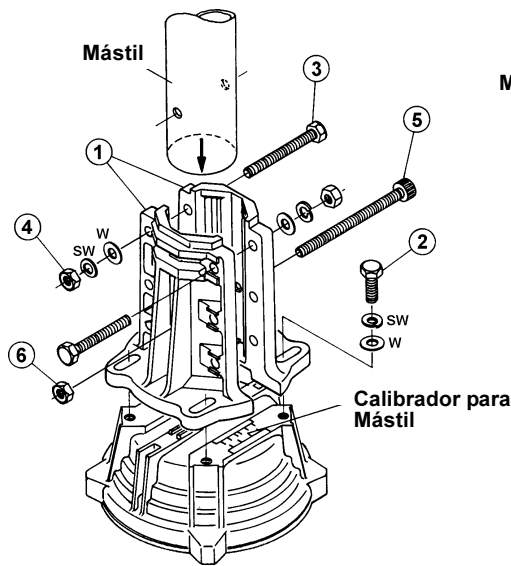

Figura 13
4. Ajuste parcialmente la abrazadera del mástil ① a la columna del rotador utilizando los pernos M8 x 30 ②, las arandelas planas y de presión que se suministran con el equipo (ver figura 13).
5. Con un “poste grúa” o cualquier otra portapieza de izar, inserte el mástil de antena por la parte de arriba a través del cojinete y colóquelo entre las abrazaderas del rotador, ajuste posteriormente dichas abrazaderas en forma parcial utilizando la arandela de presión y los pernos M8 x 70 ③ que se suministran con el equipo.
6. Introduzca el tornillo M8 x 95 ⑤ que trae el dispositivo a través de las abrazaderas para mástil y del mástil propiamente tal, luego fíjelo en forma parcial utilizando la tuerca cuadrada que también se suministra con dicho equipo.